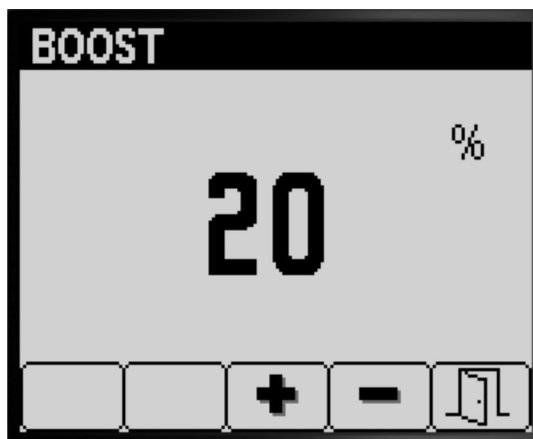

図 9
2. ボタン4は増加パーセントの選択図9。
3. ボタン3と4で、増加率の設定を行う図9。